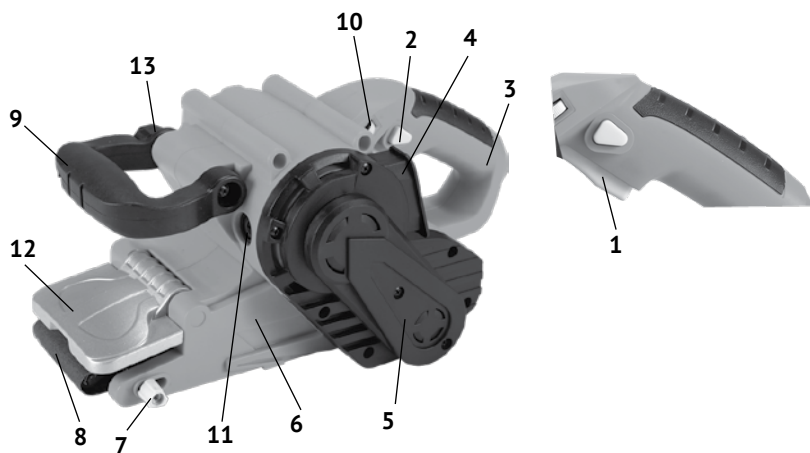

рис.1
Справа на передней ручке (рис.1 поз.9) находится диск регулятора скорости (рис.1 поз.10), поворотом которого меняется скорость движения ленты.
Внешний вид шлифмашины представлен на рис.1
1.7 Механизм шлифмашины расположен в пластиковом корпусе (рис.1 поз.6), состоящем из двух половин. Крутящий момент с якоря электродвигателя, зубчатым ремнём передаётся на ведущий валик. Между ведущим и ведомым валиками движется абразивная шлифовальная лента (рис.1 поз.8) на тканевой основе – рабочий инструмент шлифмашины.
1.8 Клавиша выключателя (рис.1 поз.1) расположена в нижней части рукоятки.
Включение шлифмашины осуществляется нажатием на клавишу выключателя. Фиксация клавиши в рабочем положении, осуществляется кнопкой (рис.1 поз.2), расположенной слева на рукоятке. При повторном нажатии на клавишу, кнопка фиксации и клавиша (со щелчком) возвращается в исходное положение - выключено.
1.9 Модель укомплектована пластиковой передней ручкой (рис.1 поз.9), которая может поворачиваться вокруг оси крепления. Фиксация ручки в выбранном положении осуществляется рычагом (рис.1 поз.13), расположенным на правой стороне шлифмашины.
Металлический откидной кожух (рис.1 поз.12), поднятый вверх, открывает верхнюю часть шлифовальной ленты для удобства в труднодоступных местах.
1.10 Пылесборник, входящий в комплект поставки, устанавливается на патрубок пылеотвода (рис.1 поз.4) и предназначен для сбора шлама и пыли, образующейся в процессе шлифования. Поток воздуха из корпуса к патрубку обеспечивает специальная крыльчатка, с отдельным шестерёнчатым приводом.
- включите машину на холостом ходу и отцентрируйте регулятором (рис.1 поз.7) прямой ход ленты;
- при выключенном инструменте, установите пылесборник на патрубок пылеотвода (рис.1 поз.4);
- снять кожух ремня (рис.1 поз.5), открутив 3-и крепёжных винта;